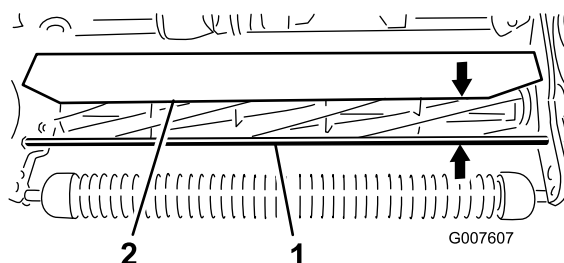

Figura 51
1. Misurate la distanza tra la parte superiore dell'asta di supporto anteriore e il bordo anteriore del deflettore su ogni estremità dell'apparato di taglio (Figura 51).